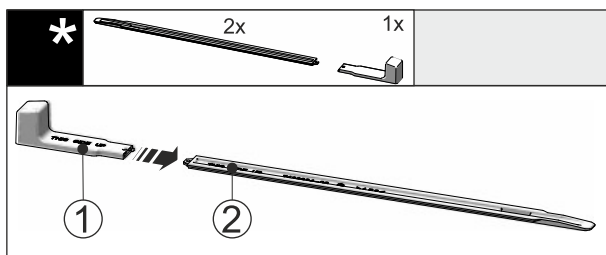

Fig. 53
- ▶ Montagegriff Fig. 53 (1) an die Nivellierschiene Fig. 53 (2) stecken.